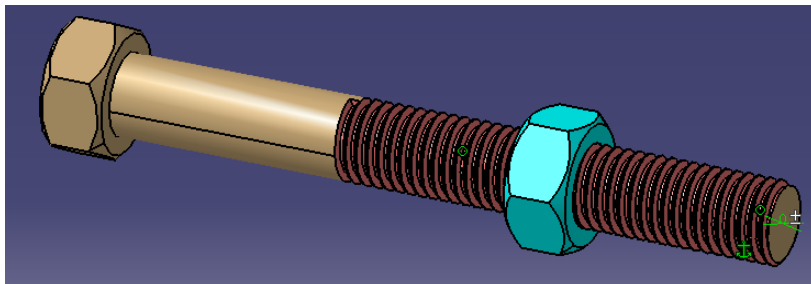

图 13-18
(6) 点击 Play forward ，螺母一边旋转一边移动 (见图 13-18)。